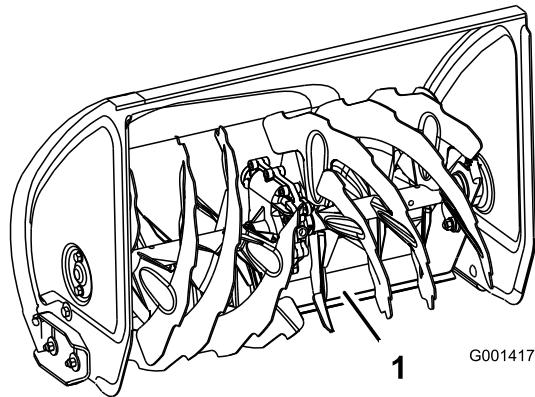

Рисунок 43
- Нажмите вниз на рукоятки, чтобы скребок мог переместиться полностью вперед, затем опустите переднюю часть снегоочистителя вниз для того, чтобы передний край скребка коснулся земли (Рисунок 43).